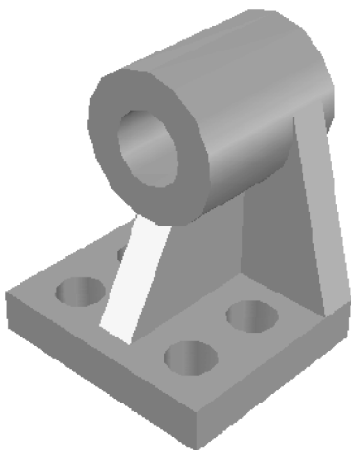

图 13-25 最终结果
17) 并集并修改视觉样式。将剩余两实体合并, 并修改视觉样式, 结果如图 13-25 所示。